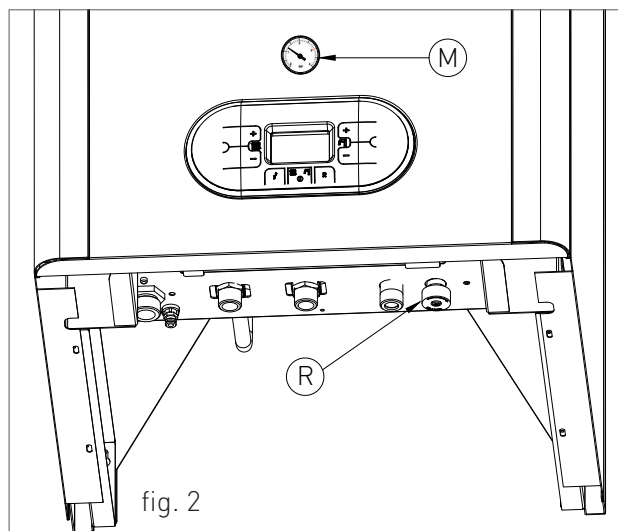
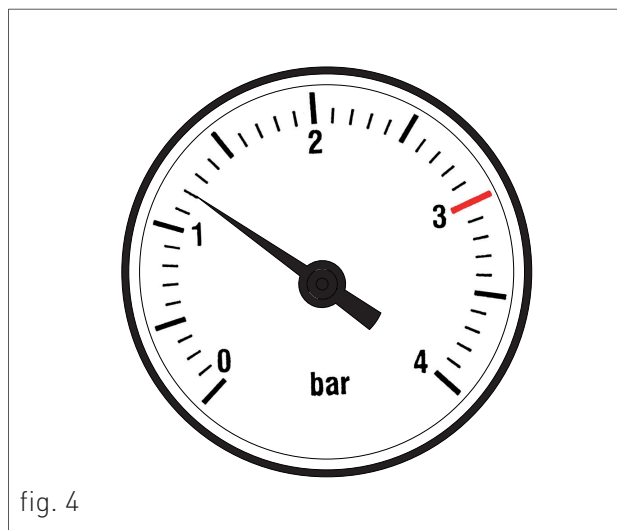

fig. 2
fig. 4
ACEASTĂ CENTRALĂ A FOST PROIECTATĂ PENTRU A FI INSTALATĂ INCLUSIV AFARĂ ÎNTR-O LOCAȚIE PROTEJATĂ PARȚIAL (VEZI FIG.2 ÎN CAPITOLUL 'POZIȚIONARE ȘI SPAȚII TEHNICE MINIME').
Pentru poziționarea centralei, procedați după cum urmează (vezi fig. 2):
4. deschideți robinetul de alimentare „R” (fig. 2);
6. folosiți manometrul „M” (fig. 2) pentru a vă asigura că presiunea sistemului ajunge la 1,2 bar (fig. 4);
7. după efectuarea acestei operații, asigurați-vă că robinetul de încărcare „R” (fig. 2) este închis corect.
10. Dacă după efectuarea acestor operații observați o scădere a presiunii apei în interiorul sistemului, deschideți din nou robinetul de încărcare „R” până când manometrul indică valoarea de 1,2 bar (fig. 4).